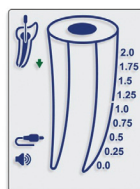
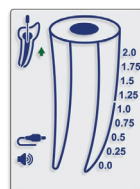

Fig. 5
Fig. 6
- 5.4.11. La direzione del movimento del file all'interno del canale è indicato dalle frecce DOWN (giù) (Fig. 5) e UP (su) (Fig. 6) sulla schermata.